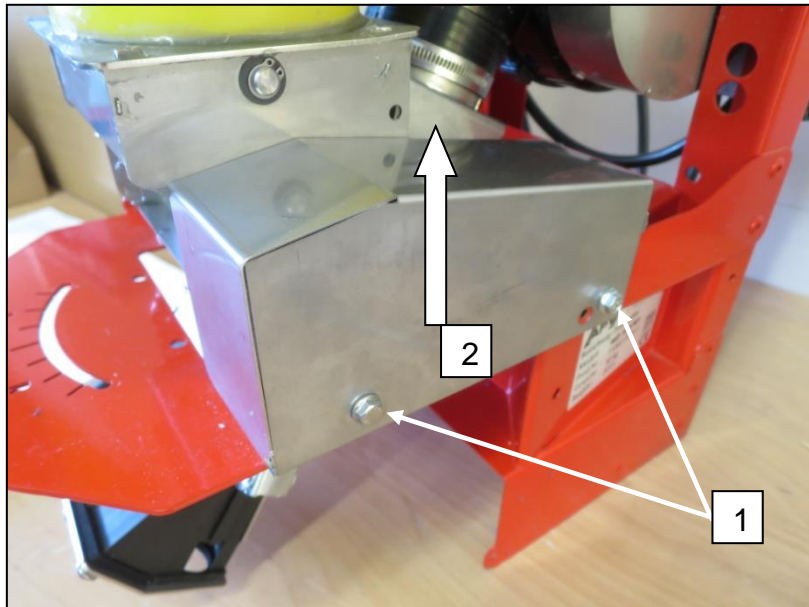

Abb.: 12
- Zum Abnehmen des Säwellenmotordeckels lösen Sie die beiden in Abb.: 12 gekennzeichneten Schrauben **1** und ziehen Sie den Deckel nach oben hin weg **2**.